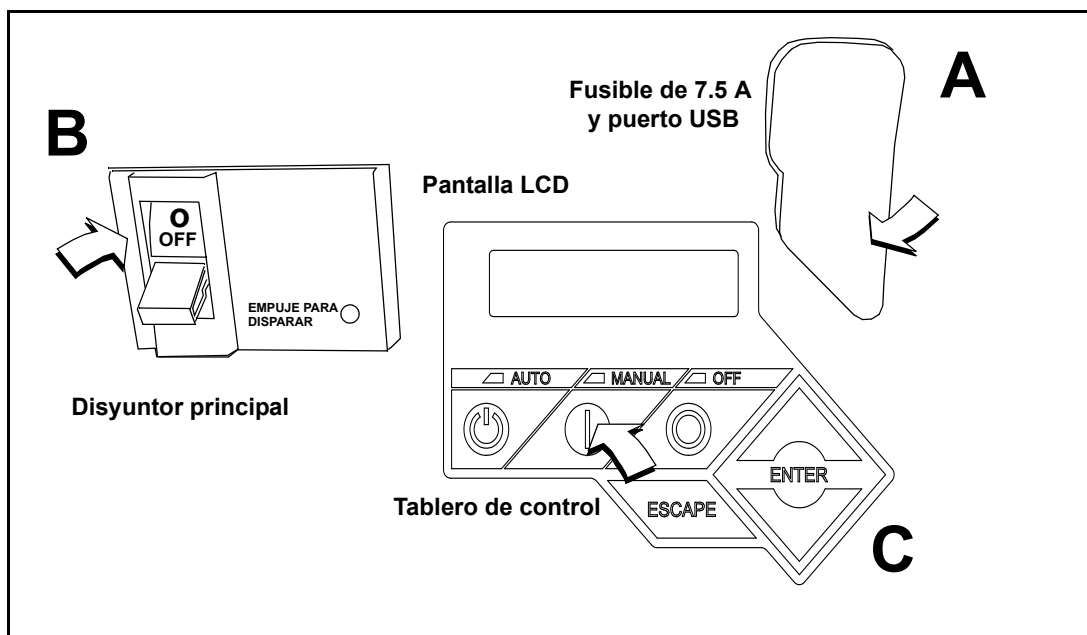

Figura 3-5. Tablero de control del generador
1. Tire hacia arriba de la protección de caucho que cubre el portafusibles y verifique la instalación del fusible de 7.5 A. Vea A en la Figura 3-5.
2. Mueva el interruptor del disyuntor principal hacia abajo a la posición OFF (Abierto). Vea B en la Figura 3-5.
3. Pulse MANUAL en el tablero de control para arrancar el motor. Un LED azul se ilumina para confirmar que el sistema está en modo MANUAL. Vea C en la Figura 3-5.